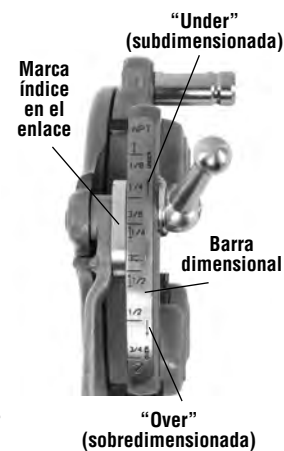

Figura 7 – Ajuste del tamaño de la rosca
3. Empiece con la marca índice del enlace alineada con la marca del tamaño deseado en la barra dimensional. Si se trata de cabezales para pernos, fije la marca del enlace para alinearla con la línea en la barra dimensional. Para roscar pernos con un cabezal de terrajas universal, coloque todas las terrajas para pernos alineadas con la línea BOLT (perno) en la barra dimensional (Figura 7).